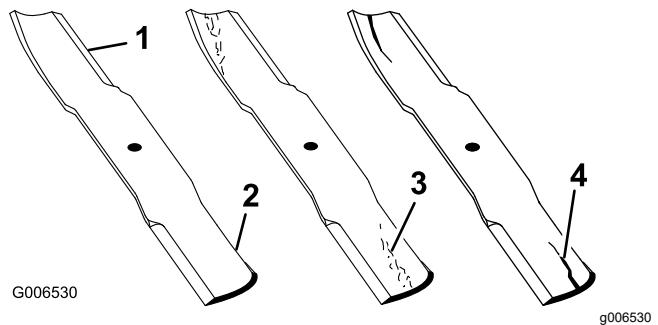

Figure 111
1. Examinez le tranchant des lames (Figure 111).
4. Remplacez immédiatement toute lame fendue, usée ou qui présente une entaille sur cette partie (Figure 111).